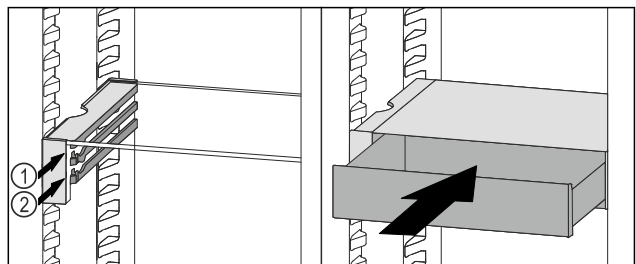

Fig. 38
- ▶ Встановити висувний ящик VarioSafe за стопорами на потрібне ребро Fig. 38 (1) або Fig. 38 (2).